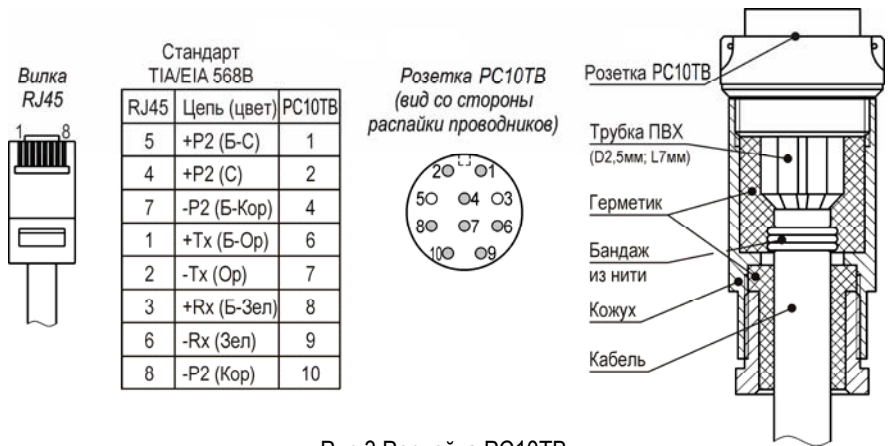

Рис.3 Распайка PC10TB
1. Распаять ответную часть разъема РС10ТВ согласно требованиям к электромонтажу в соответствии с рис.3. После распайки разъем заполнить герметиком кремнийорганическим.